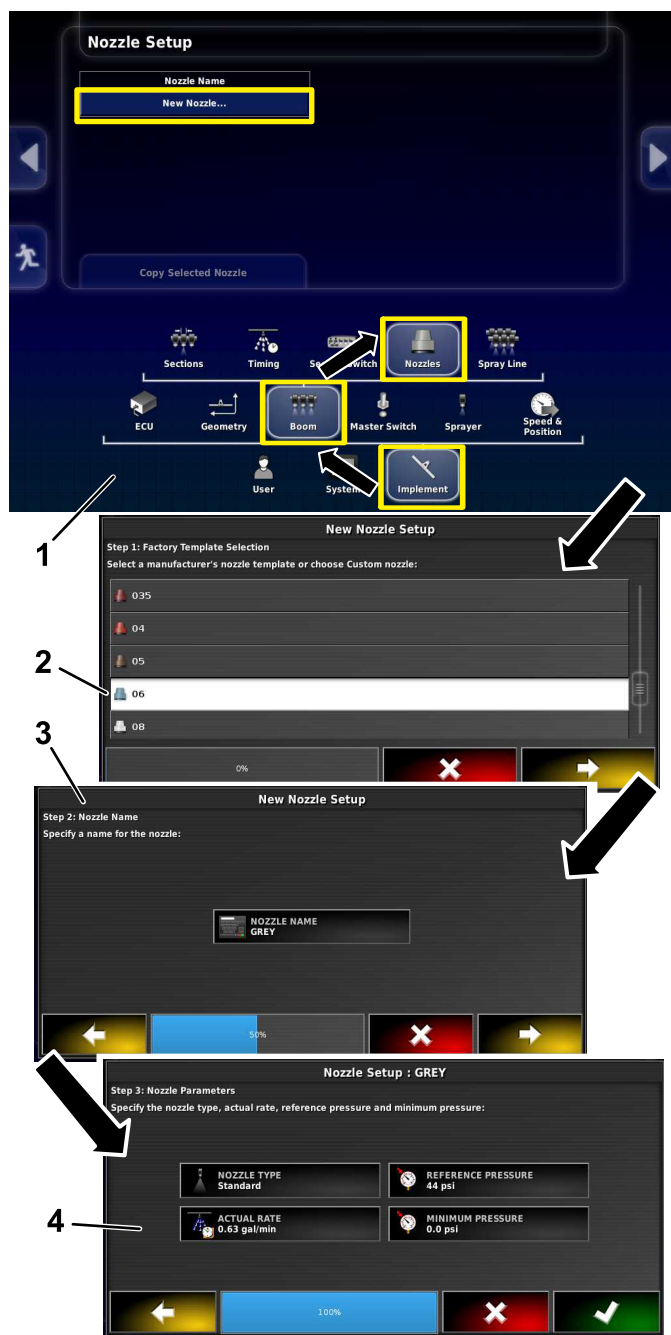

Рисунок 6
2. Выберите значок навесного орудия (Implement), значок стрелы (Boom) и значок Nozzles (Сопла) (Рисунок 6).
3. Выберите значок нового сопла в верхней части страницы (Рисунок 6).
4. Выберите сопло на основании размера и цветового кода (Рисунок 6).
5. Нажмите значок NOZZLE NAME (название сопла) (Рисунок 6).